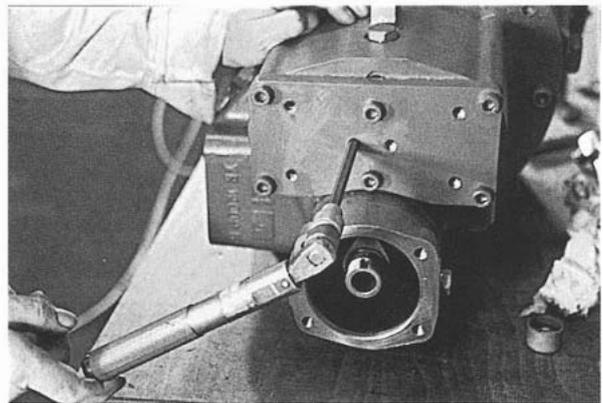

Рис. 146
33. Равномерно затяните каждый регулировочный винт, пока не почувствуете сопротивление. Затяните до 20 Нм (рис. 146) и затем ослабьте их на один полный оборот; теперь роторы будут двигаться по оси на торце картера. Постепенно поверните каждый набор из трех винтов до примерно 1 Нм. Это сжимает дисковую пружину на 1,2 мм. Это также окажет предварительную нагрузку на контактные подшипники силой около 300 Н. Роторы будут смещены по оси на, как минимум, 0,007 мм в результате этой предварительной нагрузки. Проверьте свободу вращения роторов.